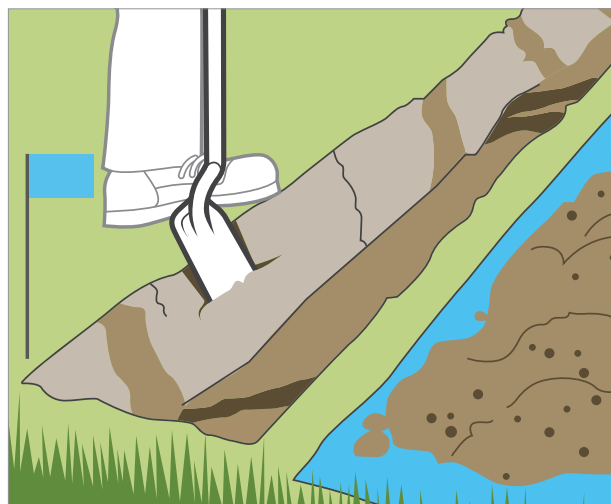

Рисунок 2
4. Перед копанием траншеи ознакомьтесь с местным законодательством. Если нет особых указаний по глубине основной линии для дождевальной системы в вашем регионе, выкопайте траншею глубиной 25-30 см. Выкопайте траншею глубиной 15-20 см для боковых труб. Это может быть выполнено вручную или с помощью траншейного плуга. Траншейный плуг можно найти в большинстве прокатов оборудования. Рис. 2.